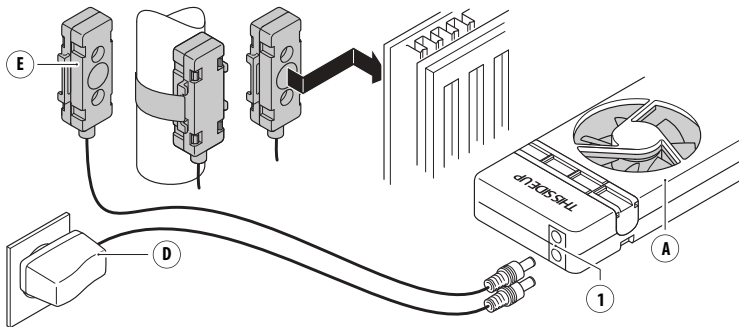

Abb. 3 - Anschließen des Netzadapters (D) und Temperatursensors (E).
3. Verbinden Sie das **Temperaturfühlerkabel** (E) mit einer der **Anschlussbuchsen** (1) des **SpeedComfort** (A).
4. Bringen Sie den **Temperaturfühler** (E) mit den verstellbaren Magneten (B) auf der Rückseite des Heizkörpers in der Nähe des Warmwasserzulaufrohrs oder am Rohr selbst an (siehe Abb. 3). Stellen Sie die Magnetschieber auf die korrekte Breite ein.
5. Verbinden Sie den **Netzadapter** (D) mit der verbleibenden **Anschlussbuchse** (1) und der Steckdose (siehe Abb. 3).